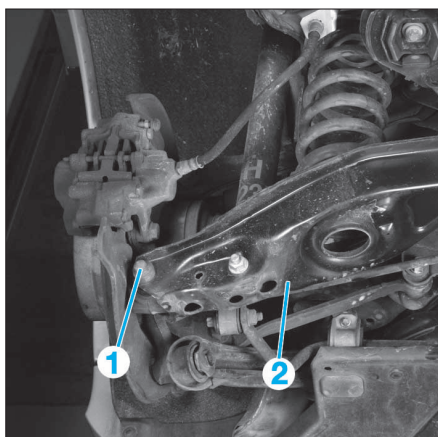

FIG. 24
- Déposer la fixation (1) (Fig.24) du bras inférieur.